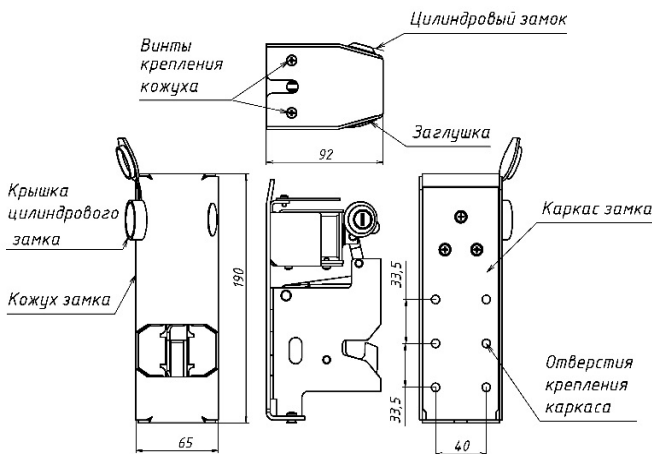

Рисунок 3
5.3 На нижней стенке корпусной части замка открутить два винта М4 (рисунок 3). Для снятия кожуха с каркаса замка потянуть нижнюю часть кожуха вперед и одновременно вверх.
5.5 Для удобства цилиндровый замок может быть установлен на левой или правой стороне кожуха (рисунок 3). Выбрать сторону на кожухе для установки цилиндрового замка.